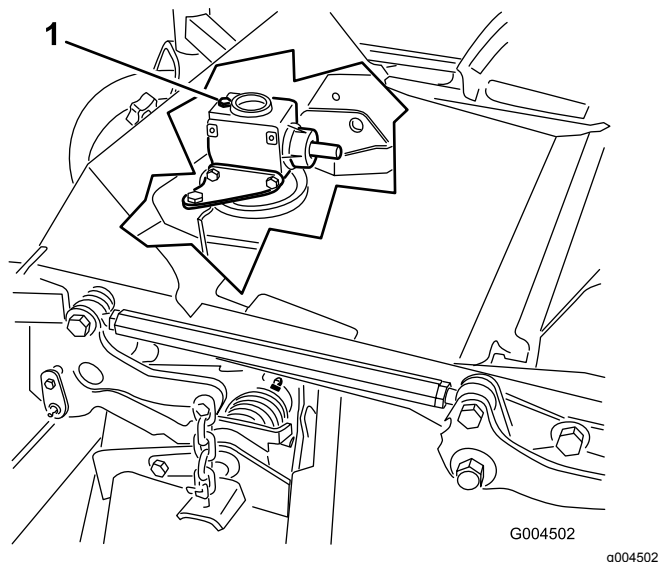

Figura 29
6. Togliete il tappo di riempimento/asta di livello da sopra gli ingranaggi e verificate che il lubrificante si trovi tra i segni riportati sull'asta (Figura 29).
6. Togliete l'asta di livello/tappo di riempimento da sopra gli ingranaggi (Figura 29).